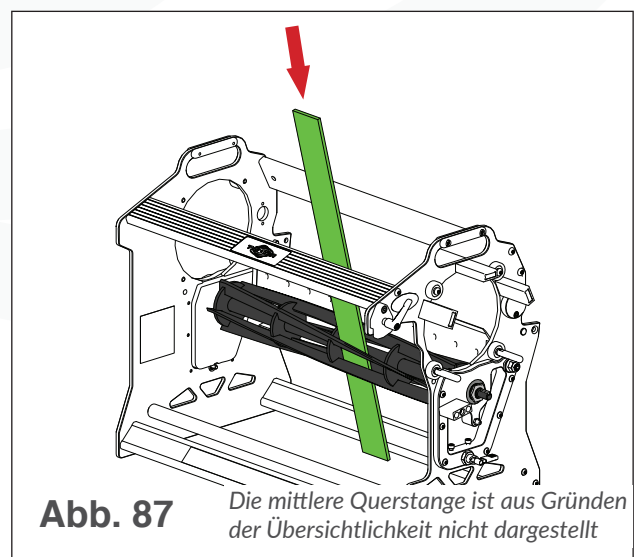

Abb. 87
- a. Legen Sie einen nichtmetallischen Stab zwischen die Blätter, so dass sich das Blatt nicht dreht, wenn die Mutter gedreht wird (siehe Abb. 87). **Verwenden Sie keinen Metallstab, dies würde die Klingen beschädigen.**